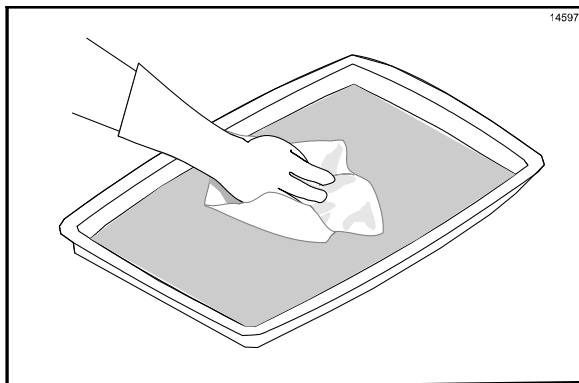

Figure 43
10. Tremper un chiffon-grill propre et imbibé d'aseptisant dans le nettoyant pour grill. Ne pas saturer le chiffon (Cf. Figure 43).